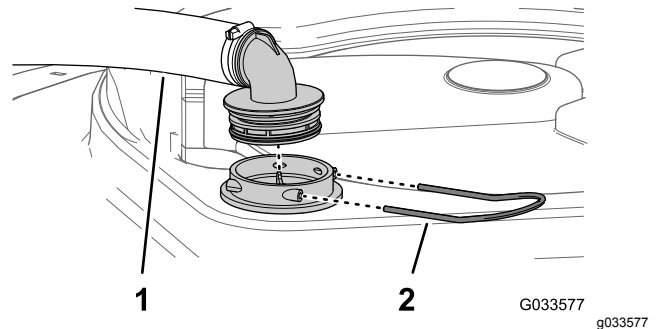

図 97
2. タンク上部で、フィルタハウジングからの太いホースについているフィッティングを固定しているリテーナを外す **図 97**。
3. フィルタハウジングからホースとフィッティングを取り外す **図 97**。